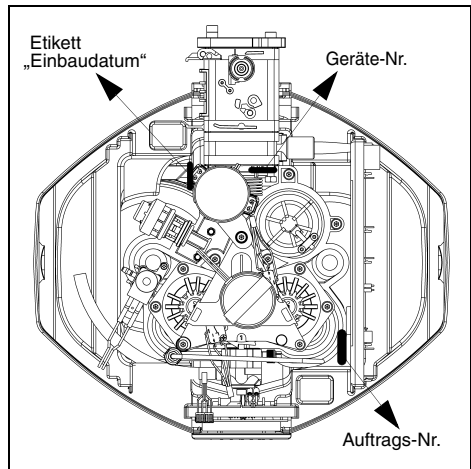

Abb. 3: Geräte- und Auftrags-Nr. sowie Etikett „Einbaudatum“
- Das Einbaudatum auf dem Etikett eintragen (siehe Abb. 3).